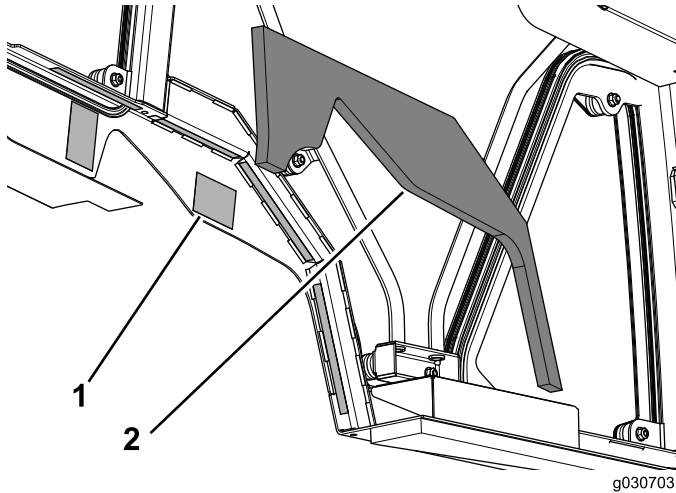

Figure 13
3. Retirez la pellicule protectrice du ruban adhésif double face des deux côtés de la cabine (Figure 13).
4. Appliquez l'élément en mousse gauche du réservoir sur la cabine (Figure 13).